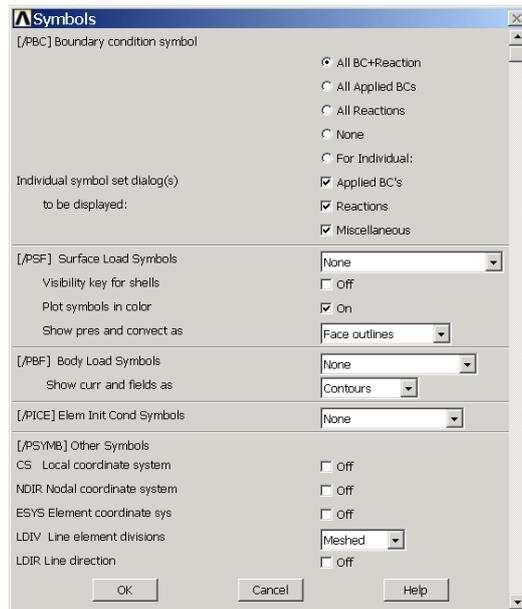

图5.3 【Symbols】对话框
- (1) 单击【Utility Menu】|【PlotCtrls】|【Symbols】菜单，将弹出如图 5.3 所示的对话框。